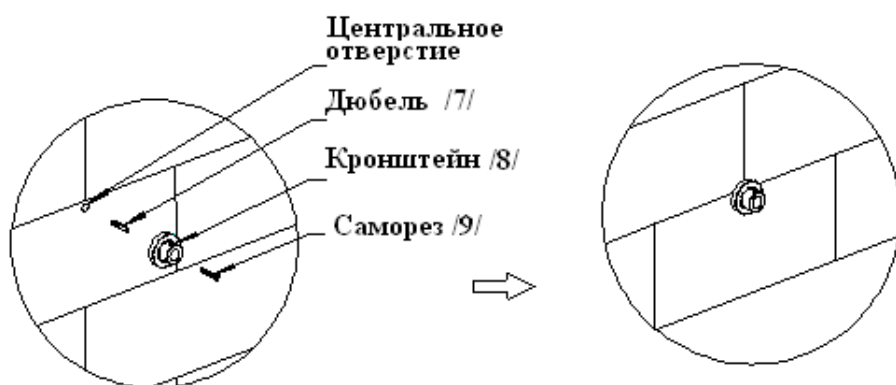

Рис.12
2.3 Вставьте дюбель /7/ в просверленное отверстие, затем с помощью самореза /9/ и крестовой отвертки зафиксируйте кронштейн на стене (рис.12).